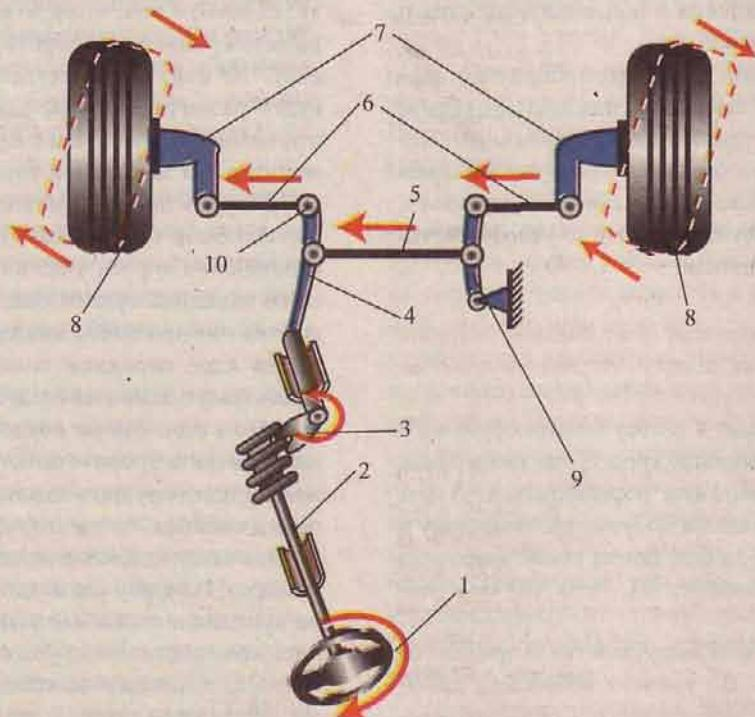

Рис. 47 Схема рулевого управления с механизмом типа "червяк-ролик"
**Рулевой механизм червячного типа** состоит из (рис. 47):
**Рулевой привод, применяемый с механизмом червячного типа (рис. 47) включает в себя:**